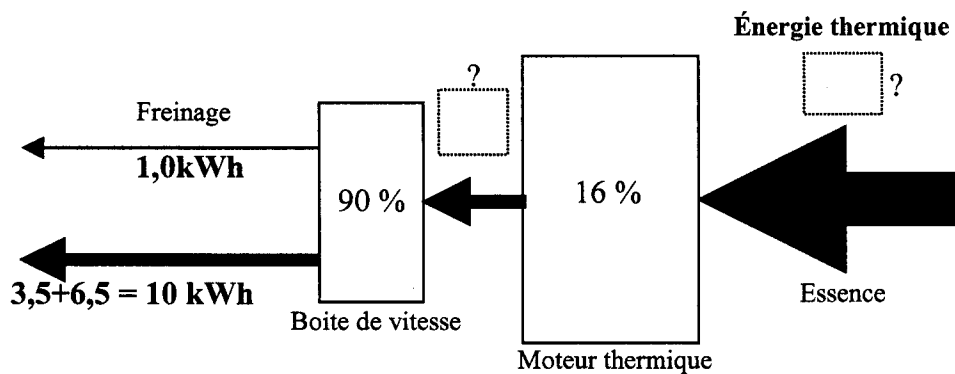

**figure 8**
L'état des interrupteurs a été représenté en commande « pleine onde », pour une période  $T$  de fonctionnement, sur la figure 8 du document réponse. Les commandes des interrupteurs situés sur un même bras de l'onduleur sont complémentaires : autrement dit, si  $K_1$  est fermé, alors  $K'1$  est ouvert.
**B1.1)** Tracer l'évolution des tensions composées  $u_{12}(t)$  et  $u_{31}(t)$  sur la figure 8 du document-réponse.
**B1.3)** En déduire le tracé de la tension  $v_1(t)$  sur la figure 8 du document réponse.
**B1.6)** Tracer sur la figure 8 du document réponse, l'évolution du fondamental de  $v_1(t)$  en fonction du temps.
**B2.1)** Tracer dans ces conditions, sur la figure 8 du document réponse, l'évolution de l'intensité  $i_1(t)$ .
**B2.2)** Les interrupteurs  $K_i$  sont constitués d'un IGBT  $T_i$  et d'une diode  $D_i$  (figure 4). Préciser sur la figure 8 du document réponse les intervalles de conduction des semi-conducteurs  $T_1, D_1, T'_1, D'_1$ .